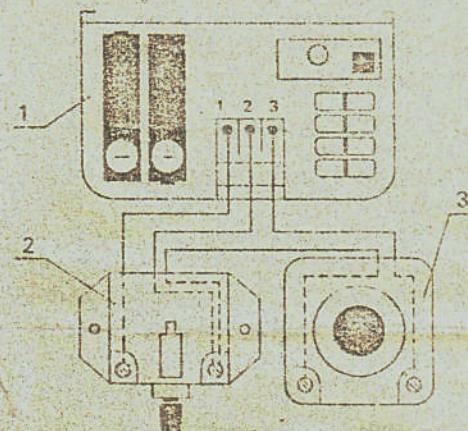

РИС. 1
2. Подключите кнопку и контактное устройство охранной сигнализации согласно РИС. 1 проводами диаметром не более 1,6 мм к клеммам 1, 2, 3 звонка.